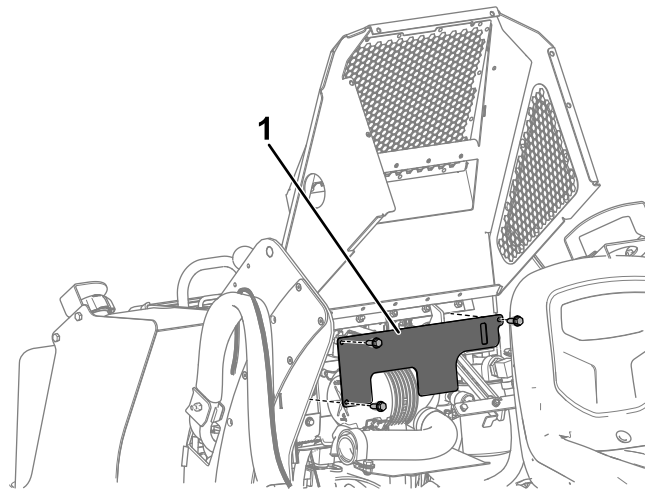

Figure 1
7. Déposez la plaque de protection en retirant les 3 boulons qui la maintiennent en place (Figure 1).